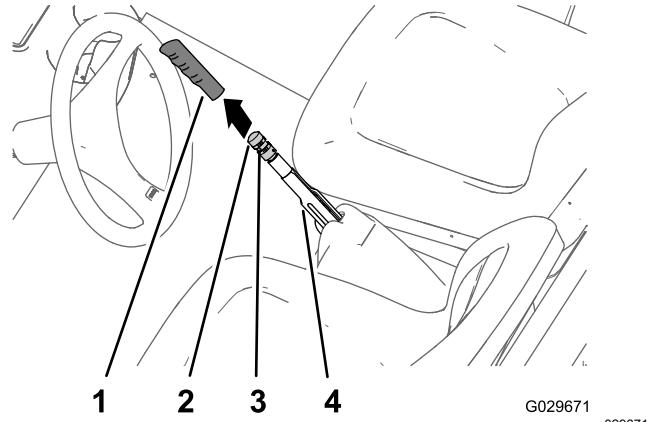

Bild 65
1. Nehmen Sie den Griff vom Feststellbremshebel ab (Bild 65).
2. Lösen Sie die Stellschraube, mit der das Feststellbremshandrad am Feststellbremshebel befestigt ist (Bild 65).
3. Drehen Sie das Einstellhandrad für die Bremse, bis eine Kraft von 133-156 N erforderlich ist, um den Feststellbremshebel zu betätigen (Bild 65).
- Ziehen Sie die Stellschraube fest und befestigen den Handgriff (Bild 65).
- Nehmen Sie den Griff vom Feststellbremsshebel ab (Bild 65).
- Lösen Sie die Stellschraube (Bild 65), mit der das Bremseinstellhandrad am Feststellbremsshebel befestigt ist, lösen Sie die Feststellbremse und das Bremseinstellhandrad.
- Drehen Sie das Einstellhandrad für die Bremse (Bild 65), bis eine Kraft von 133-156 N erforderlich ist, um den Feststellbremsshebel zu betätigen.